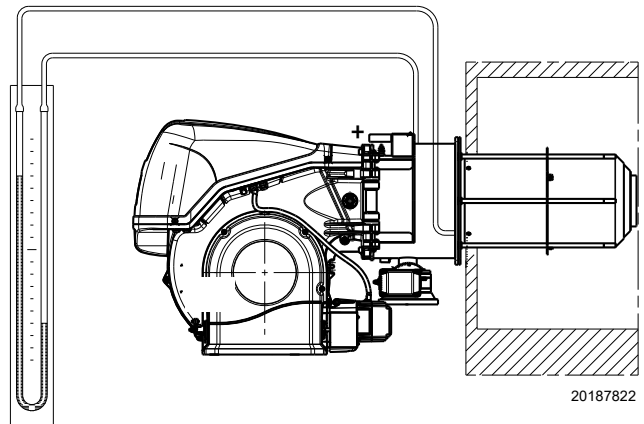

Fig. 27
- Montar un manómetro en U o un manómetro de tipo diferencial (Fig. 27), con toma (+) en la presión del gas del manguito y (-) en la cámara de combustión. Sirve para obtener, aproximadamente, la potencia MÁX. del quemador mediante las Fig. 22 y Fig. 23 en pág. 27.
La llegada de gas al manguito puede observarse en el manómetro en U (Fig. 27 en pág. 32).
Medir el caudal de gas en el contador. Orientativamente puede obtenerse de las Fig. 22 y Fig. 23 en pág. 27, es suficiente leer la presión del gas en el manómetro en "U" (representado en la Fig. 27 en pág. 32) y seguir las indicaciones.